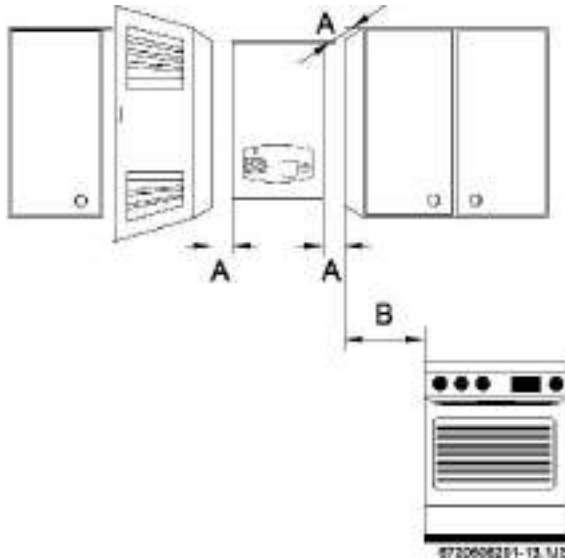

Fig. 6 Separaciones mínimas.
- ▶ Asegurar la accesibilidad en los trabajos de mantenimiento respetando las separaciones mínimas indicadas en la Fig. 6.